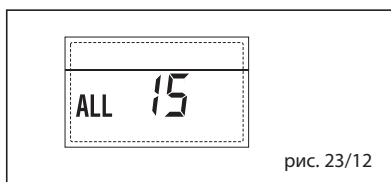

рис. 23/12
– **НЕПОЛАДКА ВНЕШНЕГО ДАТЧИКА “МИГАЛКА”** (рис. 23/13)